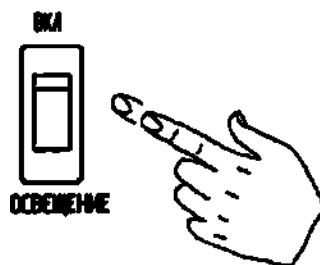

Рисунок 30
1.5.10 Для включения освещения в капсуле необходимо установить выключатель ОСВЕЩЕНИЕ в положение ВКЛ (рисунок 30).